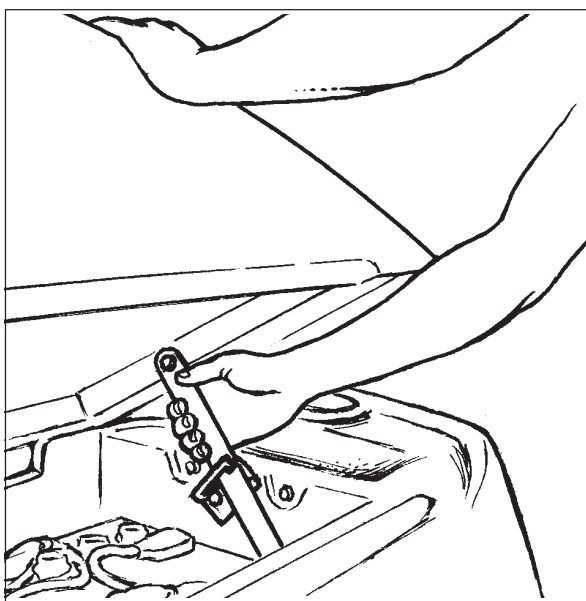

Figura 29B
**NOTA:** Existe una posición intermedia para mantener el depósito de recuperación abierto para cargar las baterías. Véase la figura 29B.